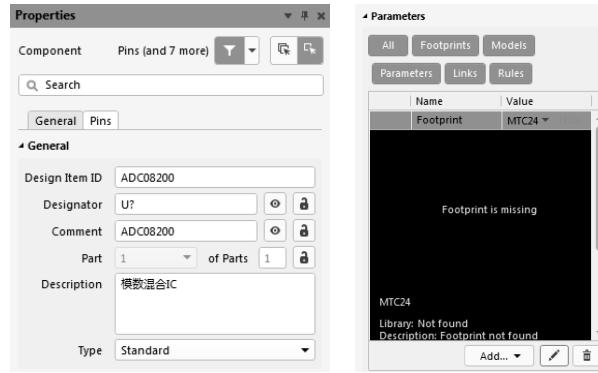

图 4-27 ADC08200 元件属性设置
(4) 双击该元件，对其元件属性进行设置，如图 4-27 所示，位号设置为“U？”，Comment 填写为“ADC08200”，描述填写为“模数混合 IC”，方便识别，模型选择为“Footprint”，从查询的资料中选出相应的封装，填写为“MTC24”，即可完成此元件的创建。